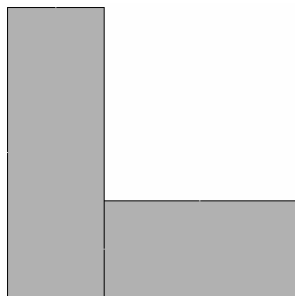

图 2-71 两个矩形面
(2) 继续在“Create Rectangle by Dimensions”窗口中进行如下操作: 在“X1, X2 X-coordinates”后的两个方框中依次输入“0.1”、“0.3”。在“Y1, Y2 Y-coordinates”后的两个方框中依次输入“0”、“0.1”, 单击“OK”按钮, 生成第二个矩形面 (见图 2-71)。